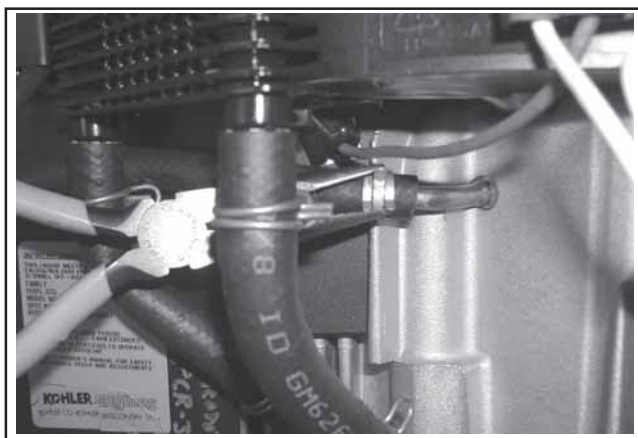

Figure 9-13. Débranchement de la conduite d'impulsions du carter du moteur.
2. Débrancher la conduite d'impulsions (à vide) du carter du moteur. Voir la Figure 9-13.